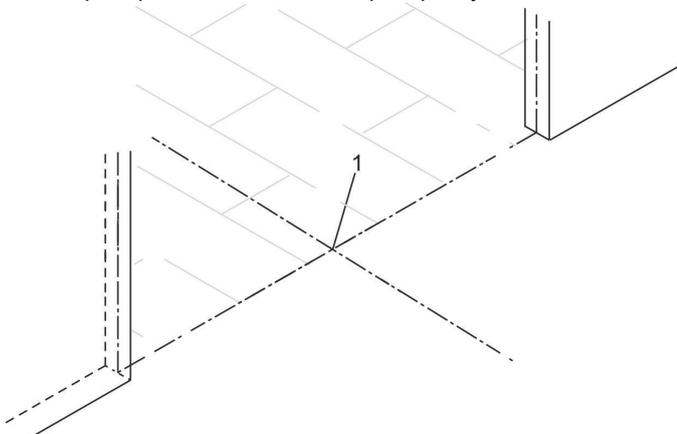

Рис. 31 Центр оси
1. Точно отметить положение центра оси (рис. 31/1) на поверхности сборки.